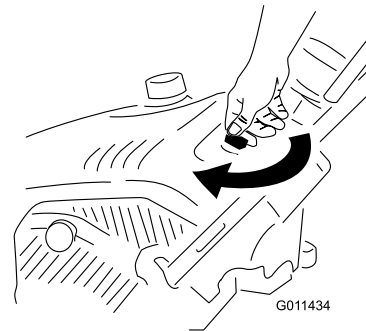

Figure 10
1. Tournez la clé dans le sens horaire à la position CONTACT (Figure 10).